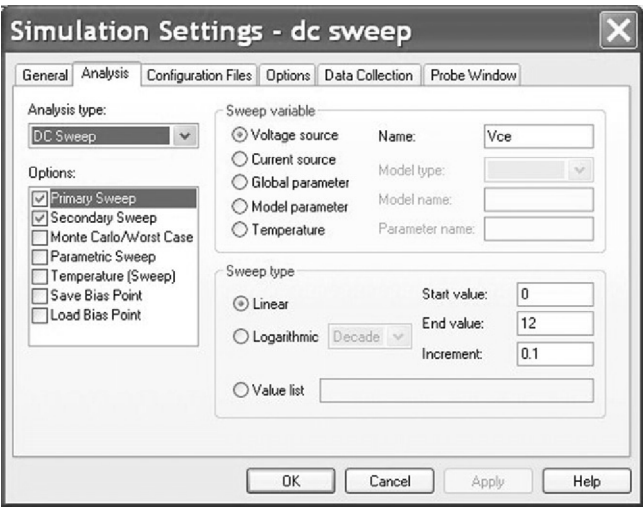

图 3.23 直流主扫描设置
5. 通过选择菜单 **PSpice > New Simulation Profile** 创建仿真设置文件，在设置对话框中选择分析类型 **Analysis type** 为 **DC Sweep** 直流扫描分析。**Primary Sweep** 默认为主扫描，扫描变量 **Sweep variable** 为电压源 V_{CE} ，扫描方式为 **Linear** 线性方式，初始值为 0V，结束值为 12V，步长为 0.1V（见图 3.23）。然后单击 **Apply** 应用按钮对仿真设置进行确定，但是不要退出仿真设置。